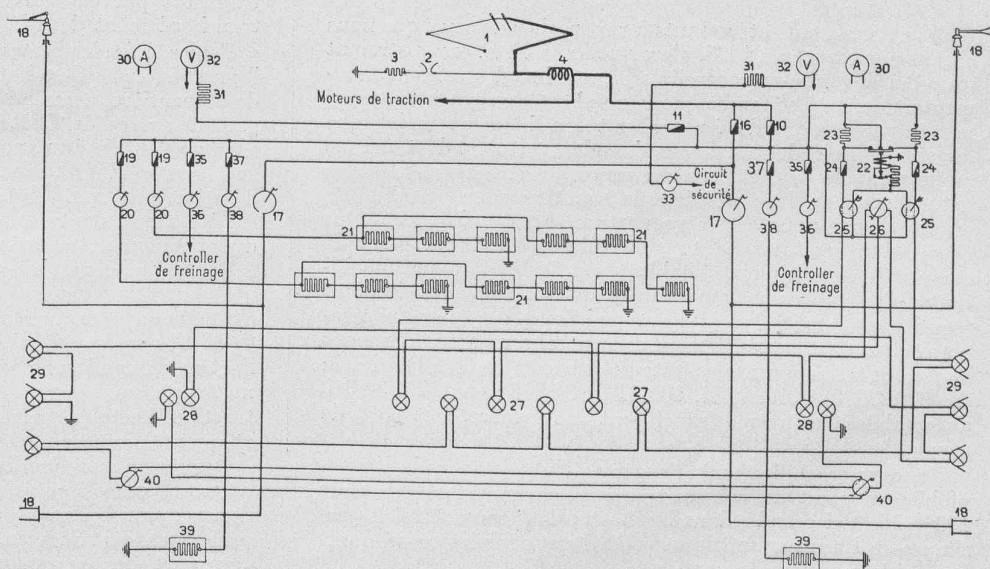

Fig. 19. — Schéma des connexions du circuit d'éclairage et de chauffage.
L'installation d'éclairage de la voiture est alimentée directement par le courant de ligne. Les deux circuits séparés comportent chacun six lampes connectées en série, comprenant trois lampes du compartiment à voyageurs, qui brûlent en permanence, tandis que les trois autres lampes (phares et lampes de cabine) peuvent être connectées à volonté au moyen de commutateurs (voir fig. 19). Chacun des circuits d'éclairage comporte une résistance auxiliaire, mise en ou hors circuit par un relais pos. 22, quand l'automotrice passe d'une tension de ligne à l'autre. Le relais est réglé de façon à introduire les résistances dans le circuit lorsque la tension dépasse 660 volts. De cette manière la tension par lampe ne tombe pas au-dessous de 80 volts, ni ne dépasse 114 volts. Les interrupteurs, commutateurs et coupe-circuits du circuit d'éclairage sont disposés sur un tableau, fixé à la paroi postérieure de la cabine I et protégé par une caisse fermée. L'éclairage des remorques est
Le circuit de chauffage comprend deux circuits de six radiateurs de 700 watts et 250 volts chacun. Chaque circuit comporte deux groupes de trois radiateurs en série, connectés en parallèle (voir fig. 19). Cette disposition permet d'obtenir deux degrés de chauffage correspondant à 125 watts/m³ (1 circuit) et 250 watts/m³ (2 circuits).